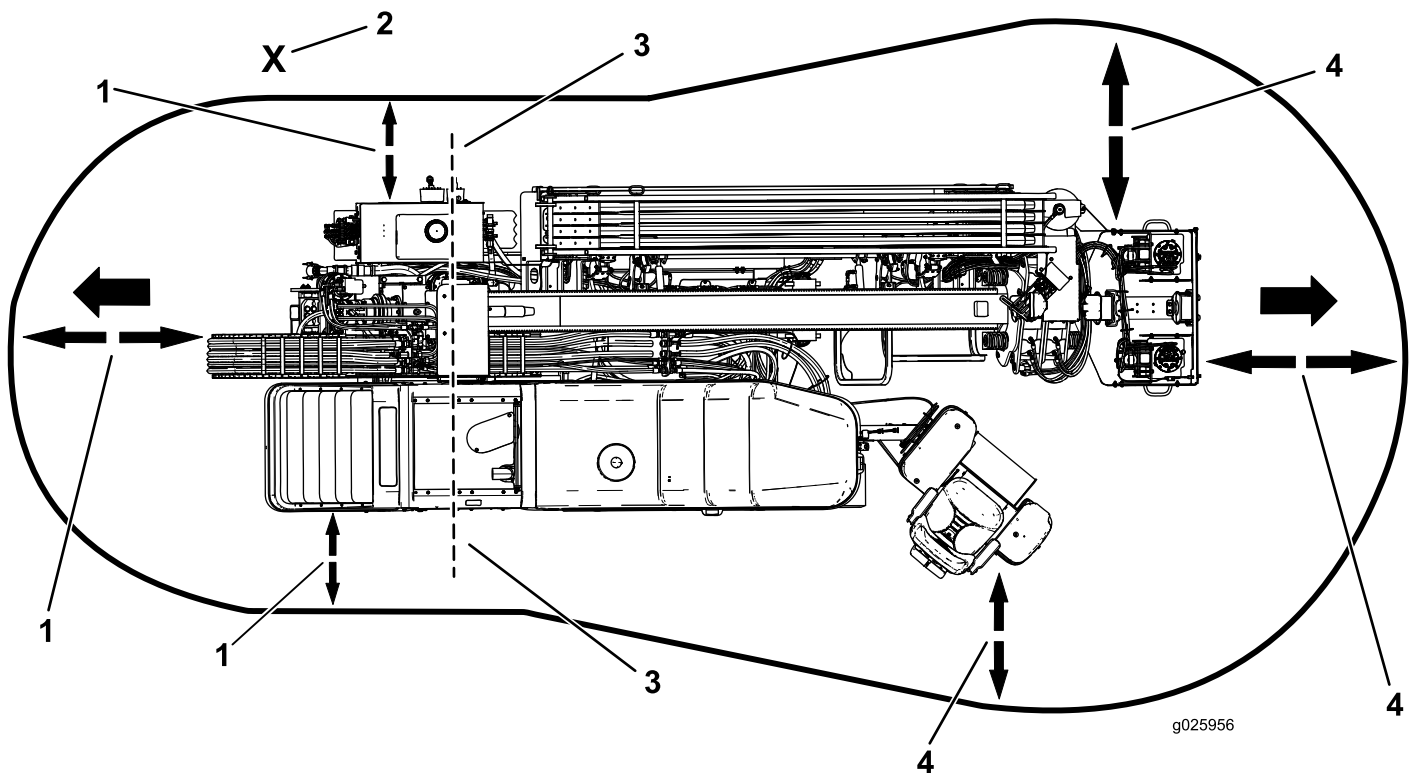

Figura 3
- Maneje el control remoto de desplazamiento junto a la máquina, pero fuera de la zona de peligro (Figura 3).